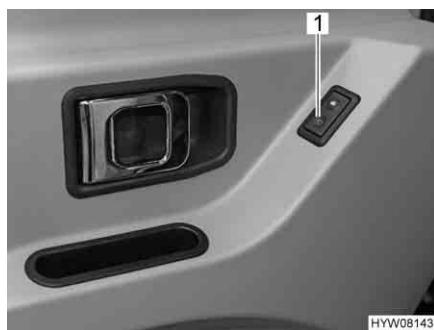

Fig. 31 Interruttore per l'alzacristalli elettrico nella porta conducente
- Premere l'interruttore (Fig. 31,1).